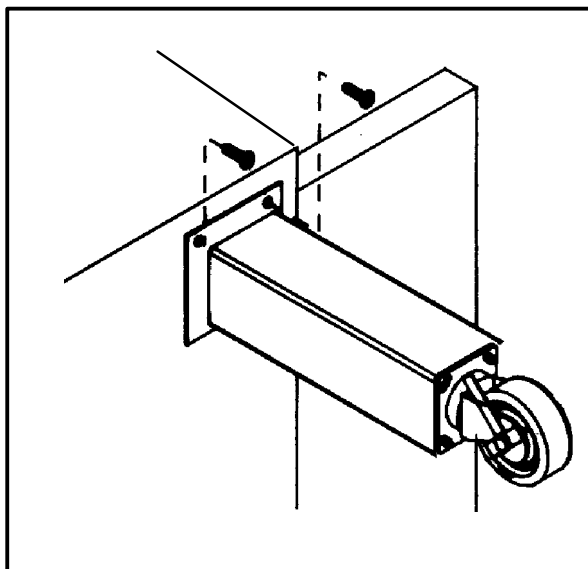

Figura 1
2. Instalar as pernas e rodinhas conforme mostrado no desenho. Veja Figura 1.